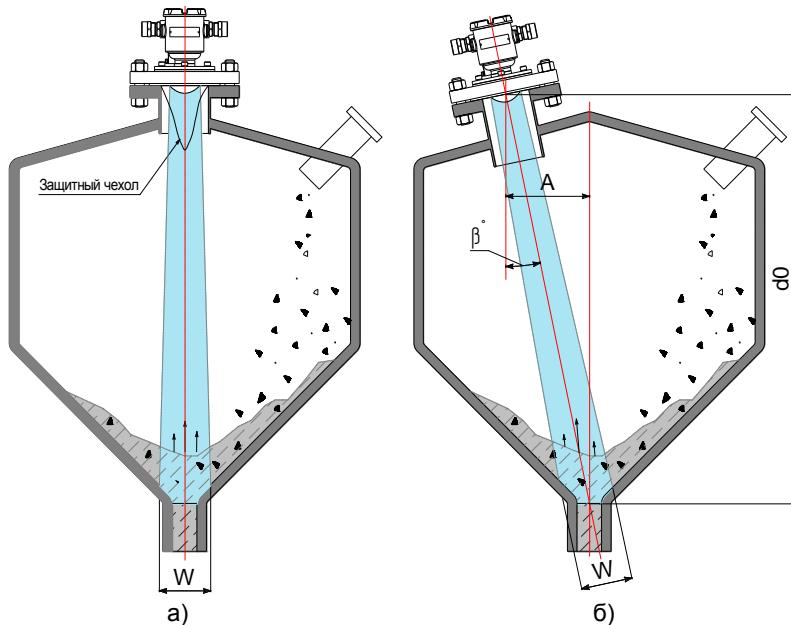

Рисунок 18
– в процессе загрузки возникает высокая запылённость в свободном пространстве резервуара, что со временем приводит к отложению слоя пыли на внутренней поверхности антennы уровнемера и приводит к ухудшению точности и к нестабильности измерений. Для уровнемеров общепромышленного исполнения рекомендуется защищать антенну уровнемера специальным конусообразным чехлом из прочного радиопрозрачного материала (полиэтилен высокого давления, высокомолекулярный и сверхвысокомолекулярный полиэтилен, фторопласт и др.) (см. рисунок 18, а). Размеры и материал защитного чехла определяются потребителем в зависимости от условий эксплуатации уровнемера и с учётом рекомендаций предприятия-изготовителя.
– измерительный луч уровнемера должен быть направлен в самую нижнюю точку резервуара или в центр выпускного отверстия. Для вертикальных цилиндрических резервуаров это обеспечивается установкой уровнемера по центру резервуара (см. рисунок 18, а).